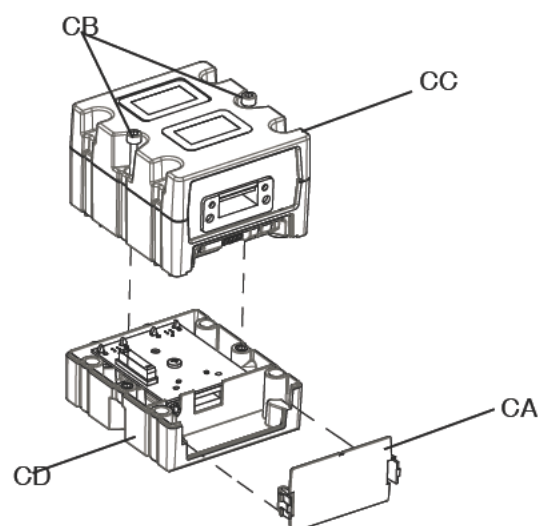

图 38: 拆卸 CGM
5. 从 CGM (CA) 卸下检视盖。松开两个螺丝 (CB)，并从基座 (CD) 上拆除 CGM (CC)，如图 38 所示。